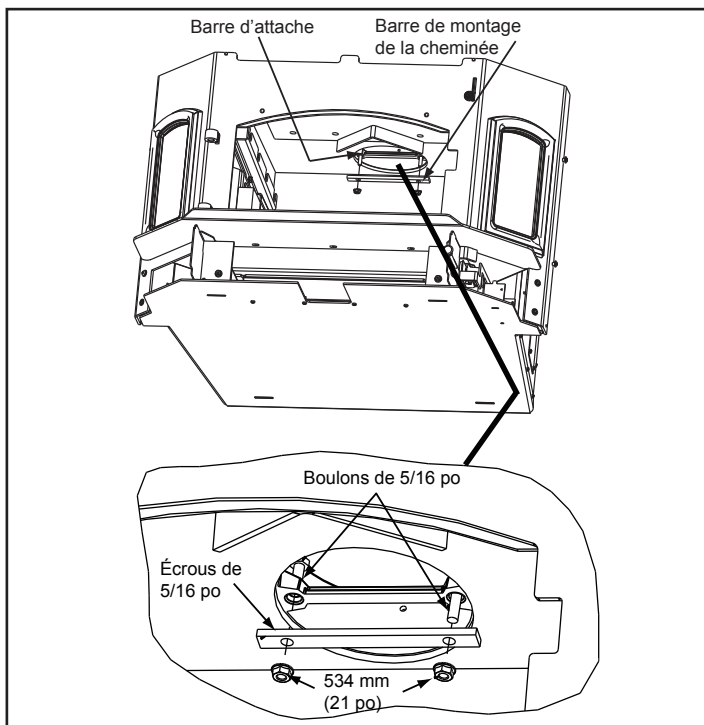

Figure 18.2
1. Une fois l'appareil en place et fixé, atteignez et saisissez la barre de fixation à travers l'ouverture de la cheminée et tirez-la vers le bas à l'intérieur de l'ouverture de la cheminée. **Figure 18.2.**